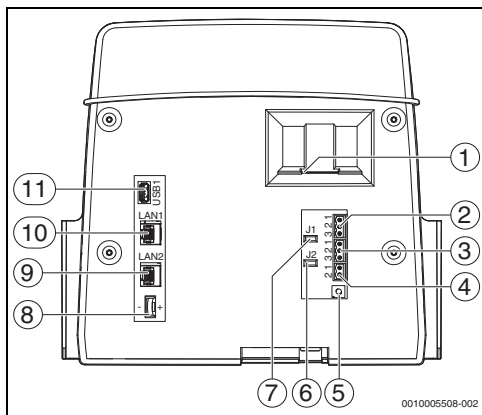

Fig. 8 Racorduri unitate de comandă
- Alocarea racordurilor Modbus-RTU (→ Fig. 8, [3], pagina 15):